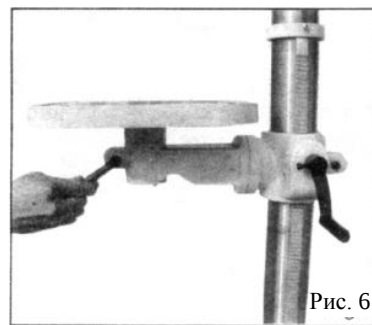

Рис. 6
4. Установите стол и зафиксируйте с помощью болта. Рис. 6.